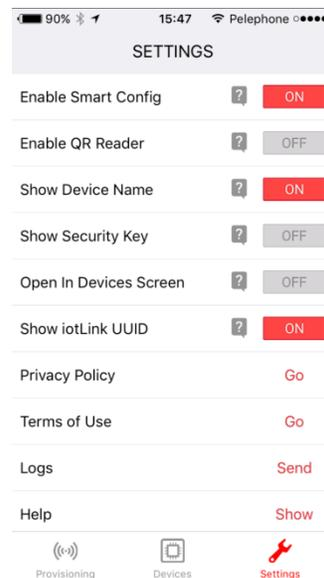

图 11. Wi-Fi Starter 设置 (Wi-Fi Starter Settings) 选项卡
1. 打开应用程序并导航到设置 (Settings) 选项卡。确保启用 Smart Config 设置 (Enable Smart Config setting) 设为开 (ON)（Smart Config 是首选配置方法，见图 11）。